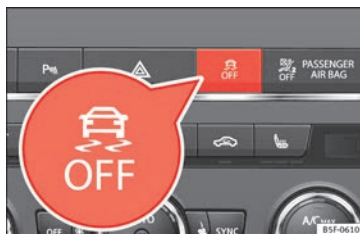

Fig. 188 Consola central: Tecla para conectar/desconectar el ESC y el ASR
- Pulsando la tecla  » **fig. 188** durante aproximadamente 1 segundo, se desconecta la función ASR.
- Pulsando la tecla  » **fig. 188** durante aproximadamente más de 3 segundos, se desconecta el programa electrónico de estabilización (ESC), incluida la función ASR.
- La función ASR y el ESC se vuelven a conectar pulsando la tecla  » **fig. 188**.